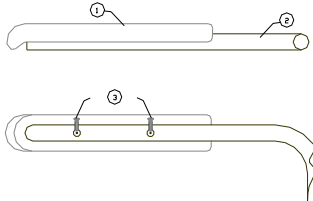
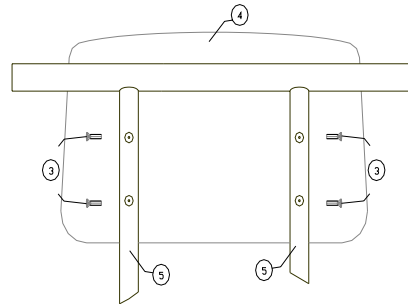

Abbildung 3
Abbildung 4
Die Abbildung 3 zeigt die Befestigung der Armauflage (1) auf der Armlehne (2). Die Abbildung 4 zeigt die Befestigung der Rückenlehne (4) an den Rückenstreben (5).
Zu Abbildung 3:
Zu Abbildung 4: